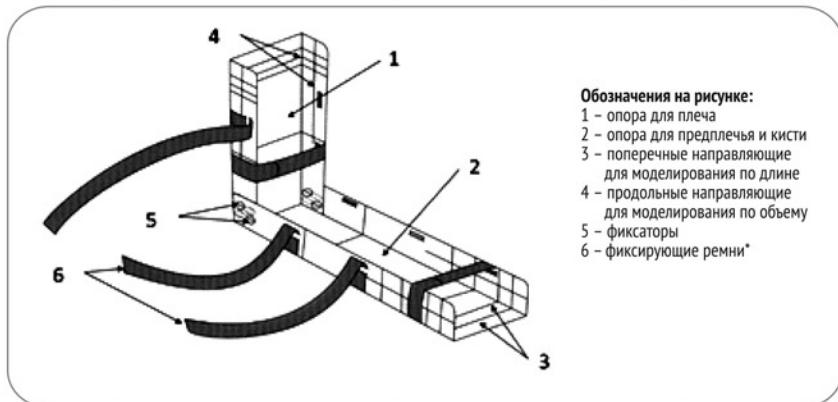
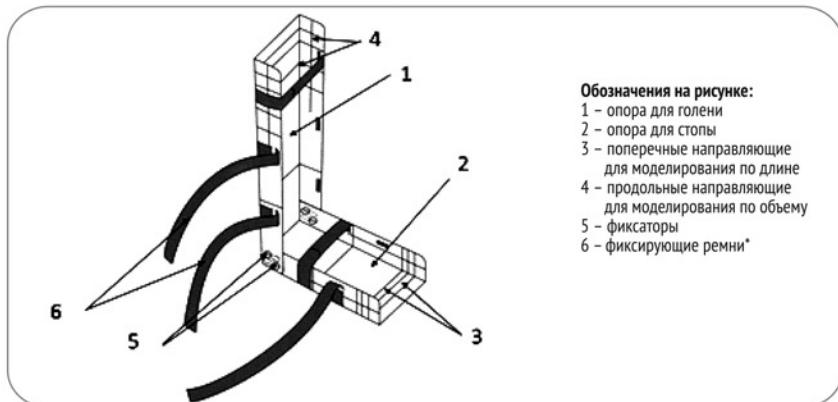

Рис. 1 Шина для верхней конечности
Рис. 2 Шина для нижней конечности
Шины для иммобилизации конечностей представляют собой пластины специальной формы из пластика (полипропилен) с поперечными (3) и продольными (4) направляющими в виде перфорации для моделирования изделия по длине и объему конечности. Устройство шин представлено на рис.1 и 2.
Шины в рабочем положении состоят из двух частей, расположенных под углом 90° друг к другу. Шина для верхней конечности (рис.1) состоит из опоры для плеча (1) и опоры для предплечья (2), в рабочем положении скрепляемых между собой фиксаторами (5). Шина для нижней конечности (рис. 2) состоит из опоры для голени (1) и опоры для стопы (2), в рабочем положении скрепляемых между собой фиксаторами (5). Для фиксации шин могут использоваться бинты, косыночные повязки и фиксирующие ремни* (6). Фиксирующие ремни представляют собой отрезки стропы, с одной стороны снабженные застежкой типа «велькро», которая обеспечивает надежность фиксации.
- если фиксация будет производиться с помощью фиксирующих ремней, вдеть их в разъемы шины, как показано на рис. 1 и 2;
- смоделировать шину под нужную длину, подогнув края шины по поперечным направляющим (3);
- согнуть шину по продольным направляющим (4) до образования лоткообразной формы;
- согнуть шину под прямым углом (по линии крепления фиксаторов) для формирования опорных частей. Обратите внимание, что опорная часть с фиксаторами должна попасть внутрь опорной части с направляющими отверстиями. Закрепить сгиб фиксаторами (5), для этого продеть головки фиксаторов в отверстие и сдвинуть фиксаторы вдоль направляющих канавок до упора;